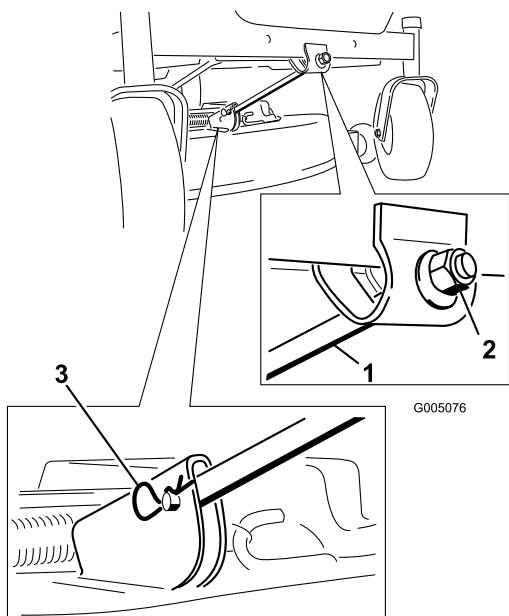

Figure 42
4. Enlevez la goupille fendue et les axes de chapes de la tige de support avant (Figure 42). Abaissez doucement l'avant du plateau de coupe au sol.
- Fixez la tige de support avant au plateau de coupe à l'aide de l'axe de chape et de la goupille fendue (Figure 42).